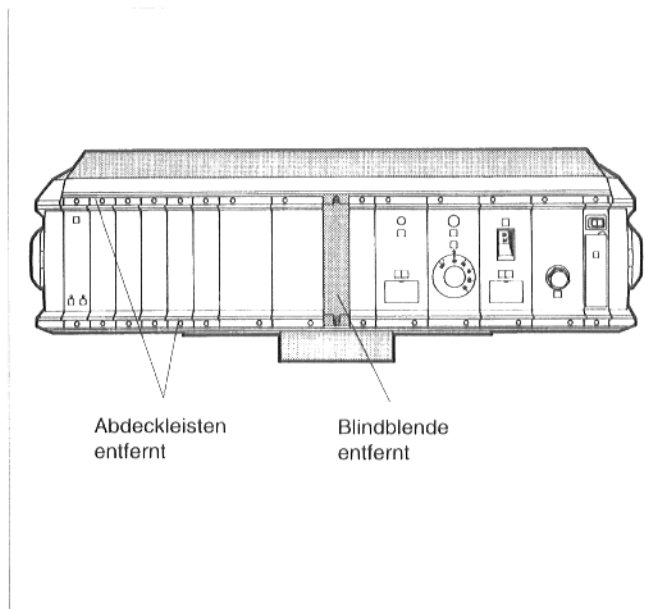

Abb. 1: Regelgerät Vorderseite
- Abdeckleisten entfernen (Abb. 1).
- Blindblende entfernen (Abb. 1).